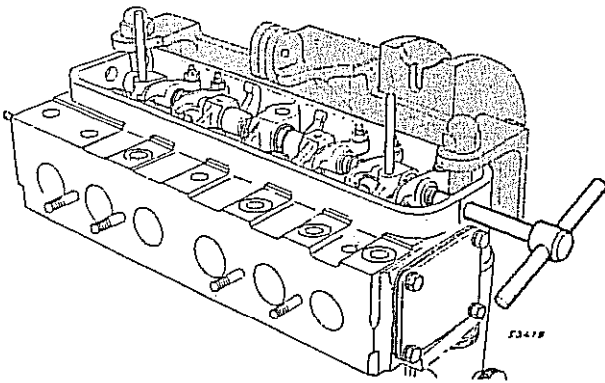

Fig. 47
- 8) Extraer los ejes de los balancines utilizando la herramienta especial MOT 31 (Fig. 47).